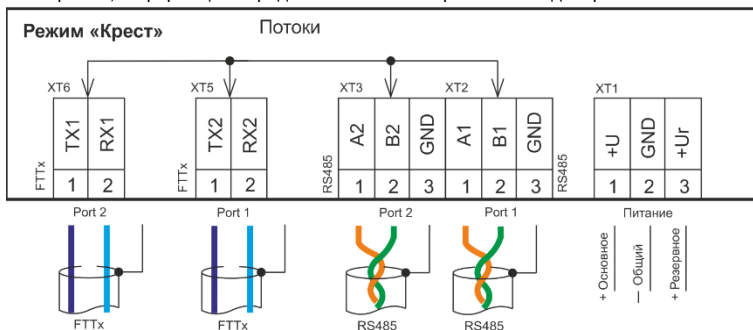

Рис.6 Режим «Крест»
5.4 Режим работы «Крест» (см. рисунок 6)